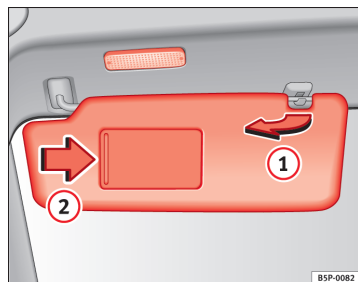

Fig. 80 Solskærm i førersiden
Solskærmene til fører og forsædepassager kan trækkes ud af holderne i midten af bilen og drejes over til dørene ⇒ Fig. 80 ①.